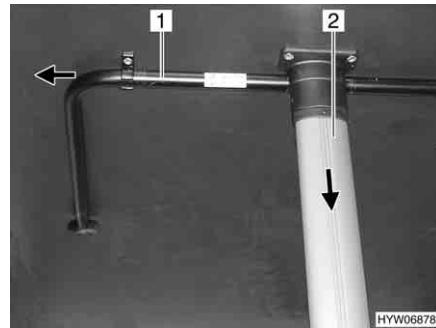

Fig. 78 Tavolo sospeso con piede ribaltabile e puntello
- Spingere il puntello (Fig. 78,1) nella direzione della freccia e ribalzarlo.
- Tirare il piede del tavolo (Fig. 78,2) nella direzione della freccia e ripiegarlo.